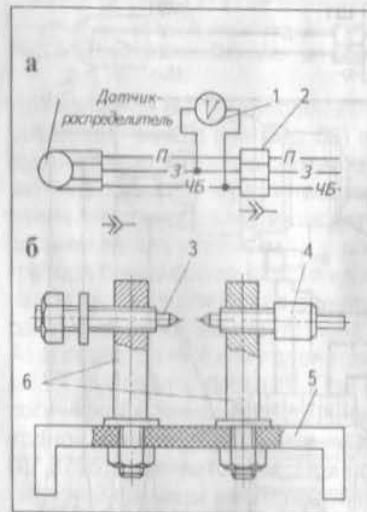
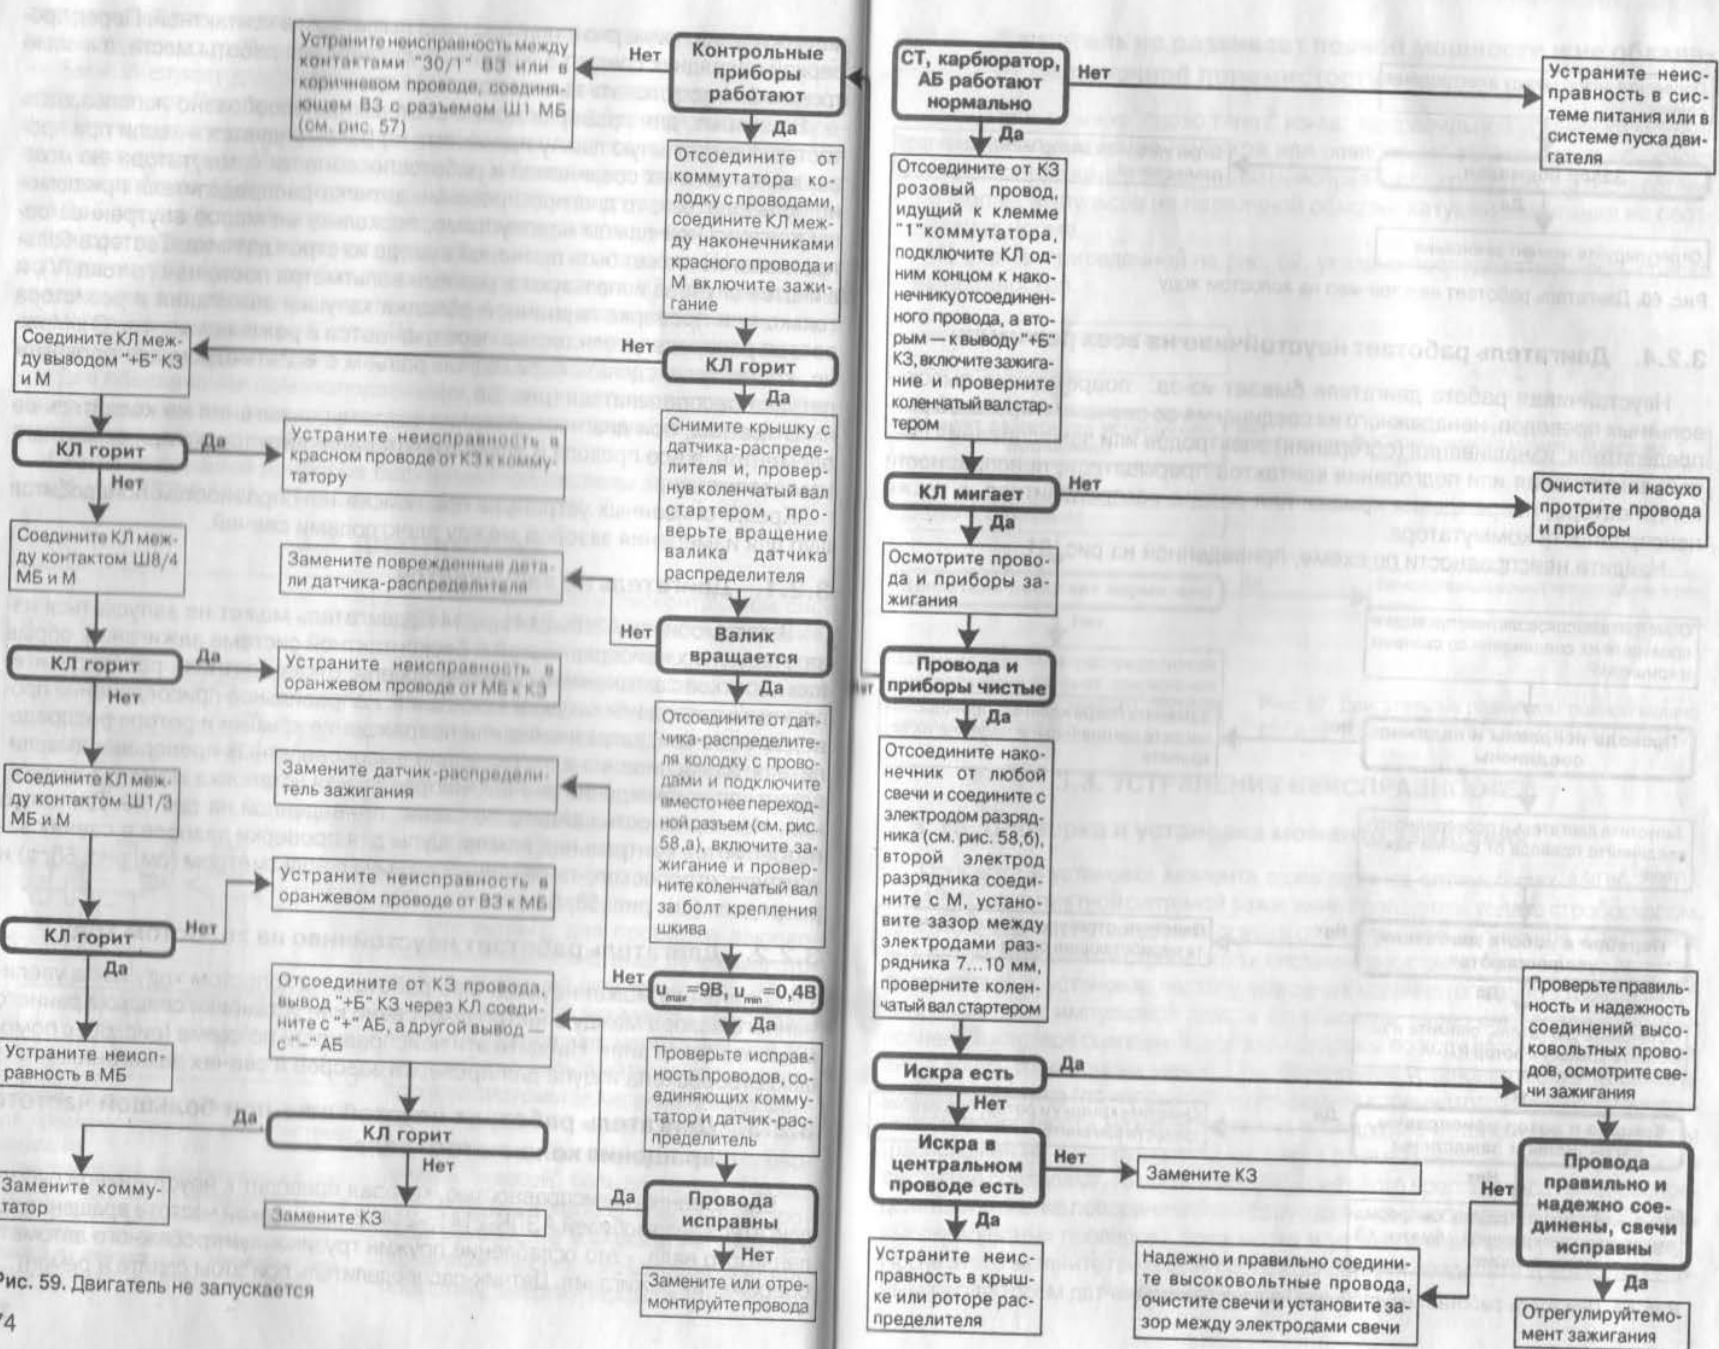

Рис. 58. Дополнительные устройства для проверки бесконтактной системы зажигания:
Рис. 59. Двигатель не запускается
Во-первых, для проверки высоковольтной части системы нужно изготовить простейший разрядник (рис. 58, б) с зазором в 7-10 мм между электродами 3 и 4. Разрядник необходим для того, чтобы не дать выйти из строя электронике системы зажигания при проверке "на искру", что может произойти при зазорах между высоковольтными проводами и "массой" больше 10 мм. Кроме того, если держать высоковольтные провода руками, не избежать неприятных ощущений в момент искрообразования, поскольку энергия искры в этой систе-
Во-вторых, для проверки цепей системы целесообразно использовать тестер. Контрольную лампу применять не рекомендуется — если при проверке контактных соединений и работоспособности коммутатора ее можно пользоваться, то диагностирование датчика-распределителя при помощи контрольной лампы недопустимо, поскольку ее малое внутреннее сопротивление может быть причиной выхода из строя датчика. Тестер в большинстве случаев используют в режиме вольтметра постоянного тока (V), и только при проверке первичной обмотки катушки зажигания и резистора ротора распределителя тестер переключается в режим омметра (O). Можно, кроме того, сделать переходной разъем с вольтметром для проверки датчика-распределителя (рис. 58, а).
В автомобилях АЗЛК-2141, -21412 двигатель может не запускаться из-за следующих неисправностей в бесконтактной системе зажигания: обрыв или короткое замыкание в первичной цепи; отказы датчика-распределителя, коммутатора или катушки зажигания; неправильное присоединение проводов к свечам; загрязнение или повреждение крышки и ротора распределителя; замасливание и загрязнение высоковольтных проводов; замасливание или повреждение свечей; неправильная установка момента зажигания. Неисправность найдите по схеме, приведенной на рис. 59. Для этого потребуются контрольная лампа, щупы для проверки зазоров в свечах зажигания, стробоскоп, переходный разъем с вольтметром (см. рис. 58, а) и разрядник (см. рис. 58, б).